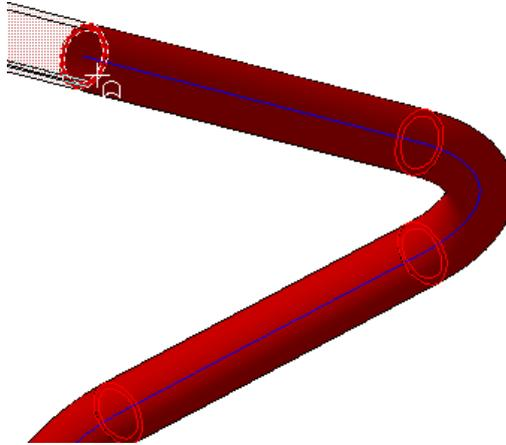

Рисунок 31
- Укажите плоскую грань на торце трубы — будет показан фантом второй половины детали (рис.31).